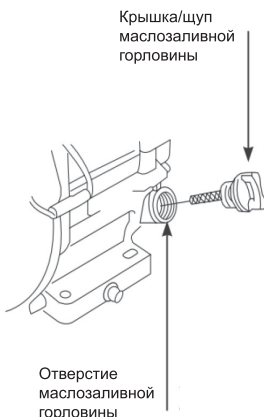

Рис. 16
2. Выверните крышку-щуп маслозаливной горловины и извлеките её (Рис. 16).